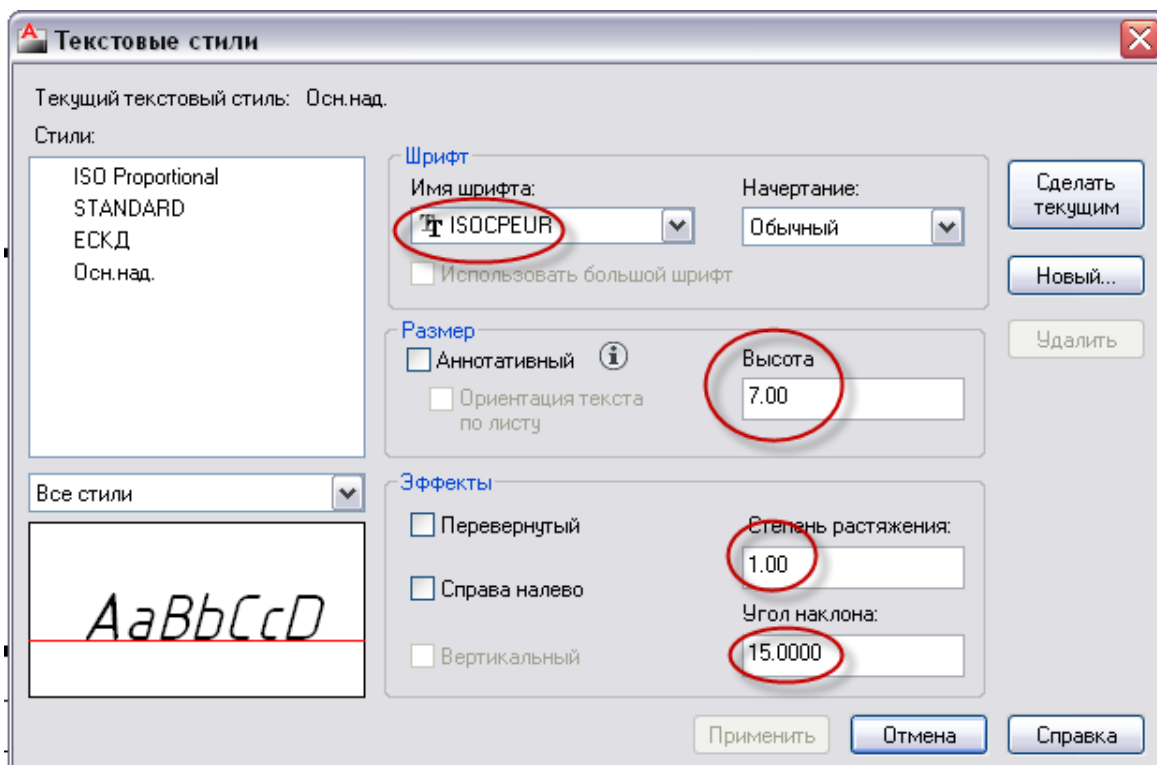

Рис. 29. Диалоговое окно **Текстовые стили**
- ☞ Вызовите окно **Текстовые стили** кнопкой  панели инструментов «Текст» и установите в соответствии с рис. 29.